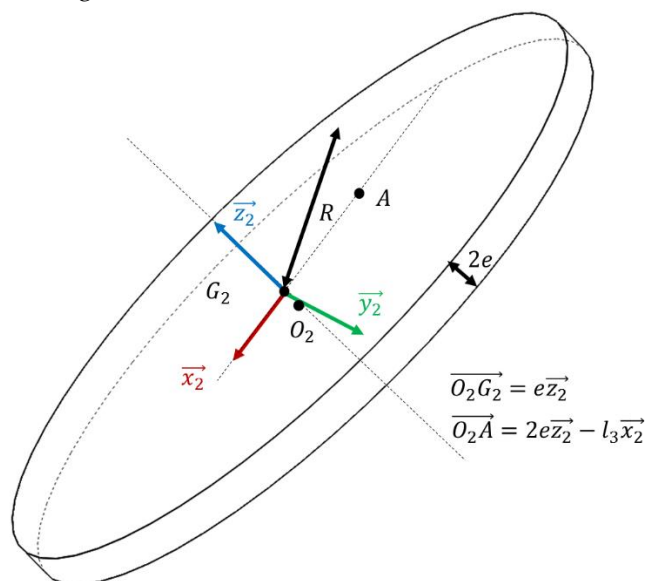

Figure 3 : miroir
- **Action du vent sur le miroir :** glisseur de résultante dirigée selon \vec{y}_0 appliquée au point A (voir figure 3)